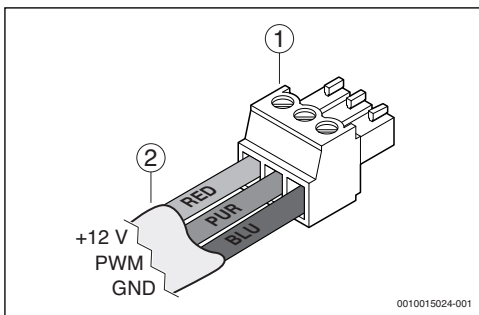

Bild 4
- ▶ Välj LiYY-kabel med tre olika trådfärger och anslut alla BLU-, PUR- och RED-anslutningarna på kontrollenheten (→ bild 1) och kontakten (→ bild 4) med en kabel av samma färg.